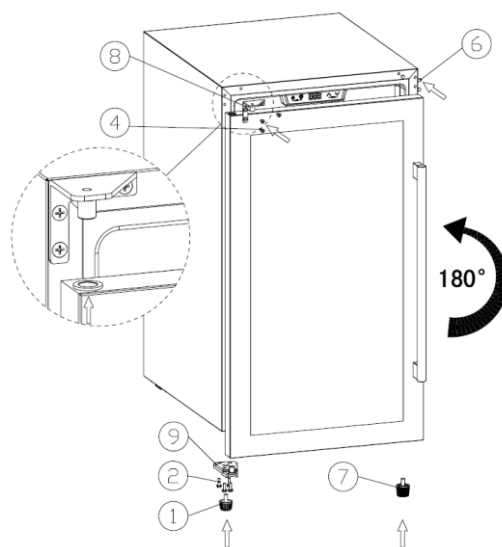

Figure 2
4. (Figure 2) Montez la charnière supérieure gauche (8) — la charnière supplémentaire, emballée séparément — et serrez les vis (4).
5. (Figure 2) Tournez la porte de 180° pour que la poignée se trouve à droite. Positionnez la porte de sorte que le trou de son coin supérieur s'engage sur la butée de la charnière